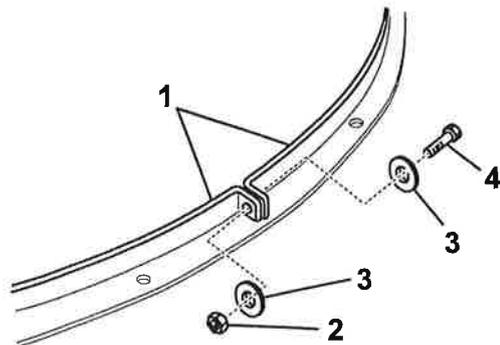

Figure 19
13. Remettez l'écrou et la rondelle extérieure de fixation de l'éjecteur au tube d'éjection (Figure 19).